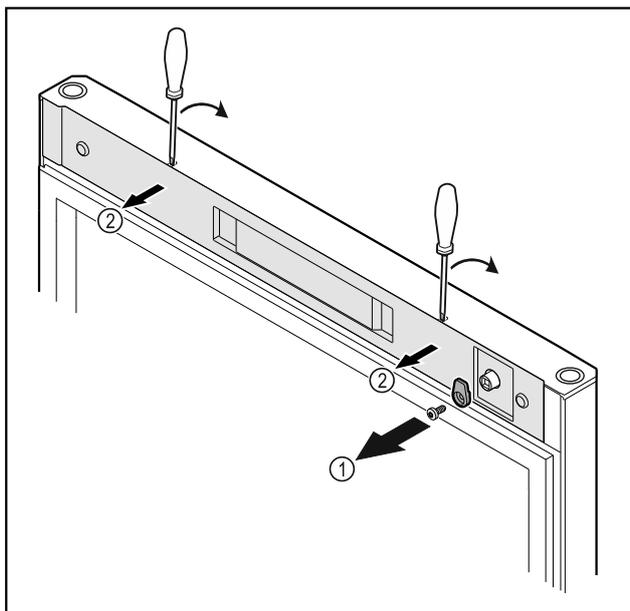

Fig. 18
- ▶ Развийте затварящата кука Fig. 18 (1).
- ▶ Откопчайте капачката Fig. 18 (2) с малка отвертка и го свалете.